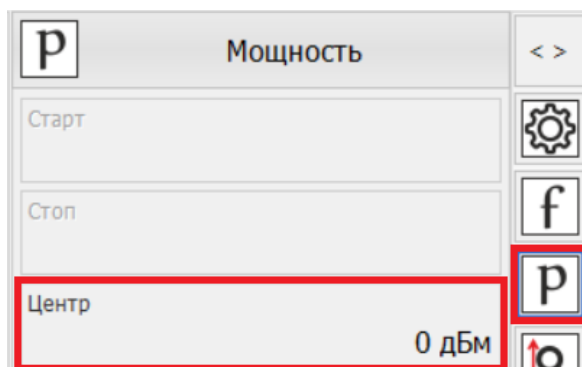

Рисунок 5. Задание мощности зондирования.
5. В панели управления «Мощность» установить требуемую мощность зондирования (рис. 5). Мощность зондирования устанавливается исходя из качества и длины кабельной сборки. Чем ниже качество и/или больше длина кабельной сборки, тем выше должно быть значение мощности зондирования.